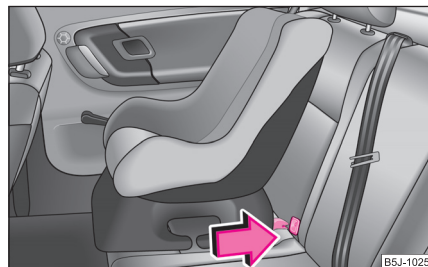

Abb. 155 Der ISOFIX-Kindersitz wird in die montierten Aufnahmetrichter geschoben
- Schieben Sie die Rastarme des Kindersitzes über die montierten Aufnahmetrichter in die Halteösen, bis er hörbar einrastet ⇒ Abb. 155.